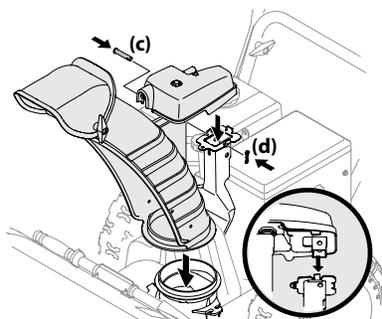

Figure 2-14
2. Placez la goulotte sur la base et fixez la tête de commande au support à l'aide de l'axe de chape (c) et de la goupille fendue (d) retirés à l'étape 1. Voir Figure 2-14.